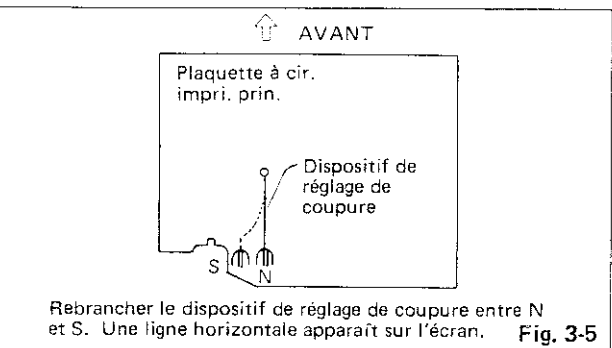

Fig. 3-5
4. Remplacer les dispositifs de service qui sont représentés sur la figure 3-5.